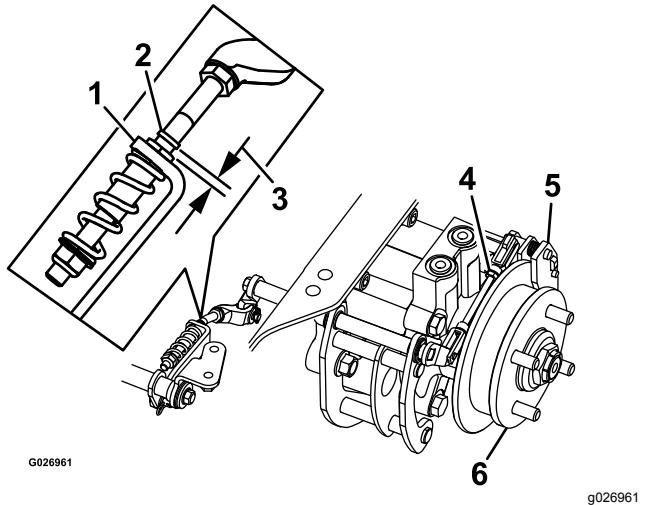

Figura 77
8. Compruebe si hay un espacio visible entre la escuadra y el tope del acoplamiento (Figura 77).